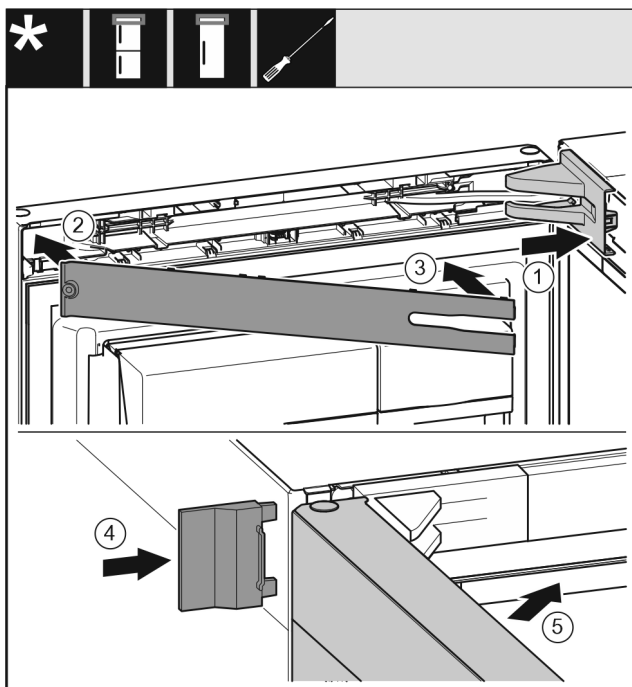

Fig. 51
- Stavite pokrov podloška ležaja i pustite ga da uskoči, po potrebi ga oprezno razdvojite. Fig. 51 (1)
- Stavite masku. Fig. 51 (2)
- Zakrenite masku i pustite da uskoči. Fig. 51 (3)
- Natakните vanjski pokrov. Fig. 51 (4)
- Zatvorite gornja vrata. Fig. 51 (5)